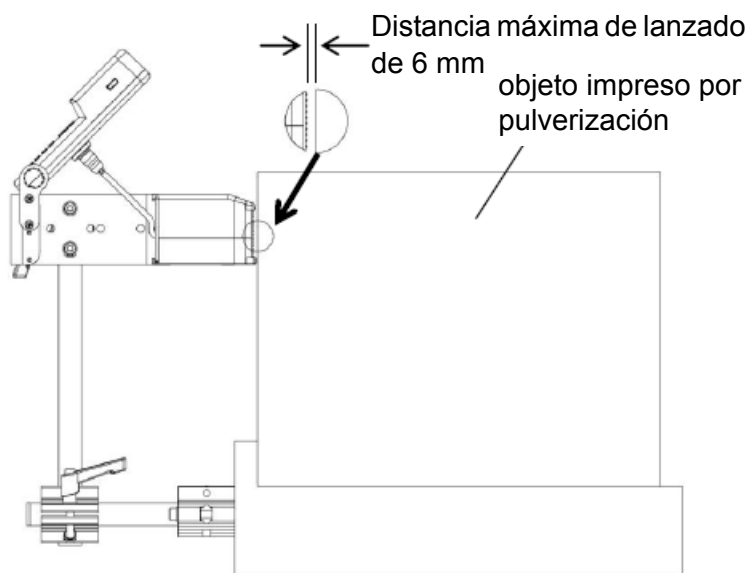

Figura 3-8: Ajuste de la distancia de impresión
**Nota:** Para conseguir una calidad de impresión óptima, colocar los inyectores del cabezal de impresión a una distancia máxima de lanzado de 6 mm del sustrato (consulte la Figura 3-8). Evite que entre aire fuerte (por ejemplo, el de un ventilador) y sople cerca de la boquilla.